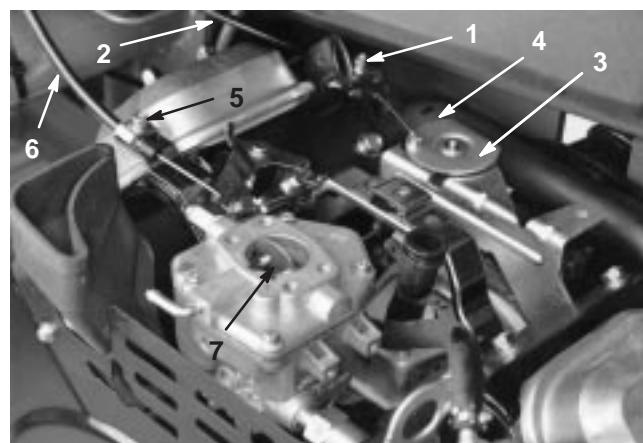

Figure 37
- Desserrez la vis du collier qui raccorde le câble au moteur (Fig. 37).
- Tirez fermement sur le câble d'accélérateur jusqu'à ce que l'arrière du pivot atteigne la butée (Fig. 37).
- Tirez fermement sur le câble de starter, jusqu'à ce que le papillon soit complètement fermé, puis serrez la vis du collier de câble (Fig. 37).